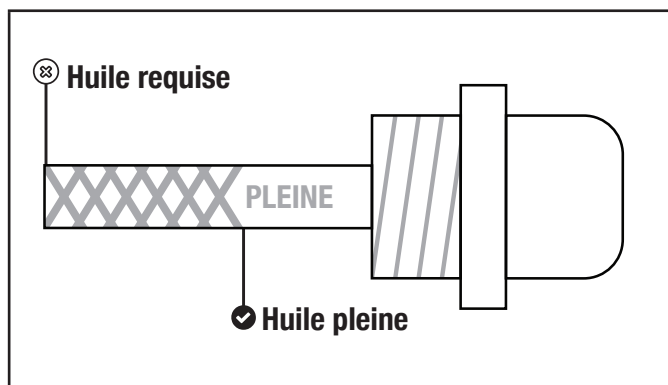

Figure 19B
3. Insérez la jauge dans la goulotte de remplissage de l'huile, mais ne la vissez pas, puis retirez-la pour vérifier le niveau d'huile. (figure 19B)
4. Si le niveau d'huile est inférieur au repère inférieur sur la jauge d'huile ou s'en approche, retirez la jauge, puis remplissez le réservoir avec l'huile recommandée jusqu'au repère supérieur. N'ajoutez pas trop d'huile. (figure 19B)